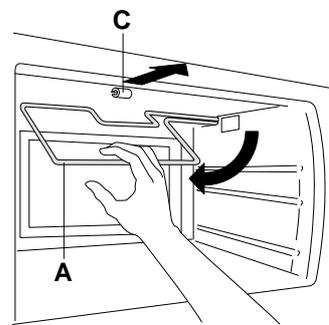

Abb. 11
Um zur Reinigung leichter an die Oberwand innen im Backofen zu gelangen, das Heizelement der Oberhitze (A) senken. Hierzu den Haken des Heizelements (C) zur Tür hin ziehen (siehe Abbildung 11 und 12).